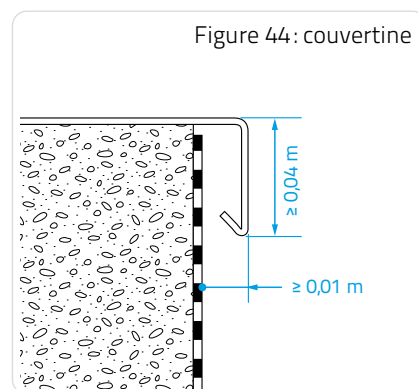

Figure 44: couvertine
□ Dispositifs en tête de relevé (Figures 44 et 45).